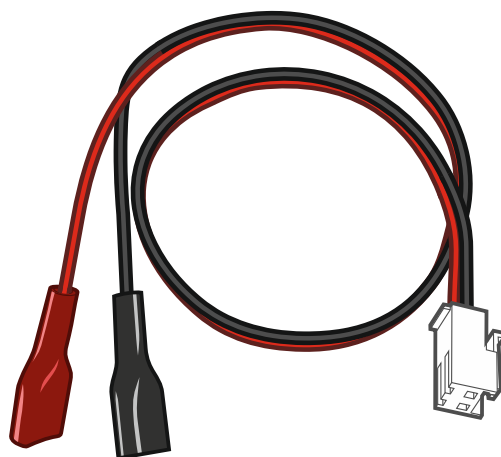

Рис. 2. Провода для подключения аккумулятора (красный +, черный -).
- ② штырьки RESET для запуска прибора в аварийной ситуации (см. «Аварийный запуск прибора», с. 14).
- ③ порт RS-232 (TTL).
- ④ разъем для подключения проводов к аккумулятору. Провода входят в комплект поставки (рис. 2).
- ⑤ кабель, оканчивающийся разъемом для подключения антенны. Если прибор установлен в пластиковом корпусе, можно использовать антенну для установки в корпусе. Если прибор установлен в металлическом корпусе, используйте антенну для установки на корпус или антенну для установки на расстоянии от корпуса.
- ⑥ светодиод SIM1. Горит, когда активна карта, установленная в слоте SIM 1.
- ⑦ светодиод SIM2. Горит, когда активна карта, установленная в слоте SIM 2.
- ⑧ слот SIM1, предназначенный для установки первой SIM-карты.
- ⑨ слот SIM2, предназначенный для установки второй SIM-карты.
- ⑩ разъем связи для подключения модуля PERFECTA-RF.
- ⑪ разъем типа mini-jack для подключения микрофона.